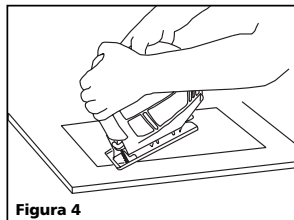

Figura 4
7. Mantenga ambas manos sobre la sierra mientras esté cortando (Figura 4).